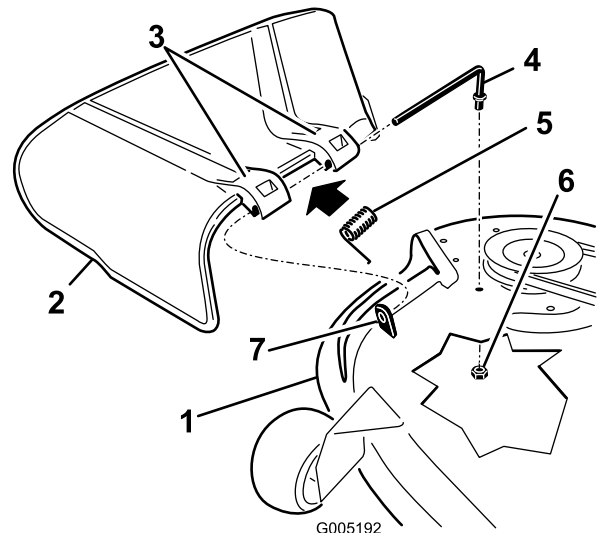

Figura 67
1. Retire la tuerca ($\frac{3}{8}$ " de la varilla debajo del cortacésped (Figura 67).
2. Retire la varilla del separador corto, del muelle y del deflector de hierba (Figura 67).
4. Vuelva a colocar el deflector de hierba (Figura 67).
7. Deslice la varilla por el segundo soporte del deflector de hierba (Figura 67).
9. Sujete el extremo trasero de la varilla en el cortacésped con una tuerca ($\frac{3}{8}$ "), según se muestra en Figura 67.